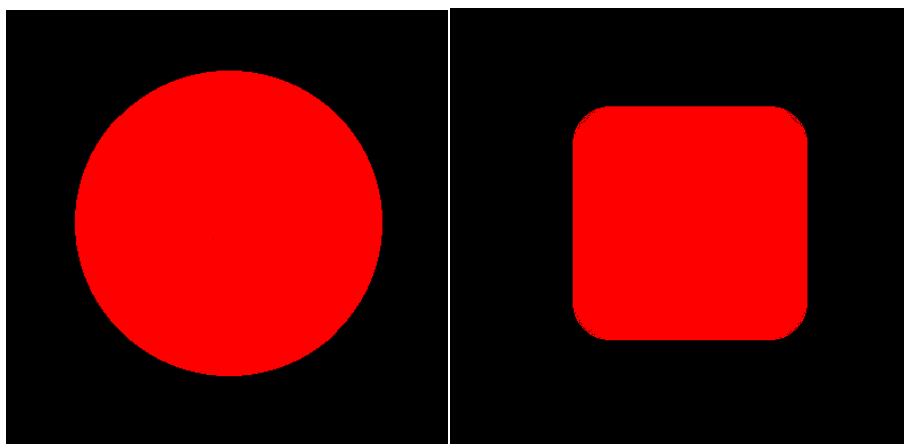

图 8
- 5) 若使用触摸铜箔按键，可以在顶层使用圆形、圆角的方形铜箔作为触摸按键。如图 8 所示：